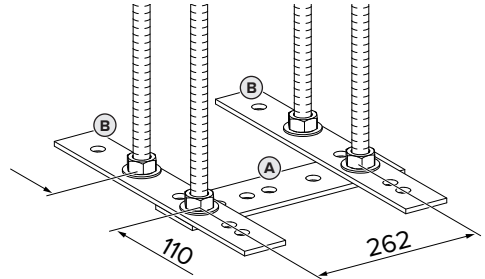
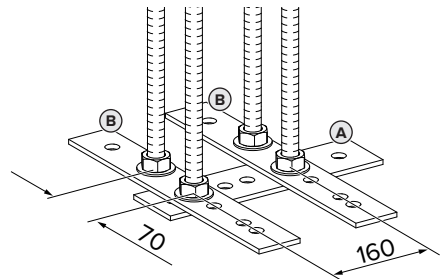

Fig. 1: Dimensiuni [mm]
Fig. 2: Dimensiuni [mm]
- Introduceți tijele filetate, respectând dimensiunile în Fig. 1 și Fig. 2 în platbande. Acordați atenție poziționării platbandei (A) și platbandelor (B) în unghi drept (90°).